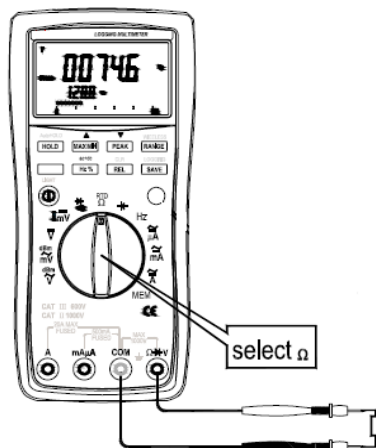

Рис. 16 Режим измерения сопротивления ( $\Omega$ )
3. Подключить измерительные провода параллельно нагрузке (ИУ – рис.16).